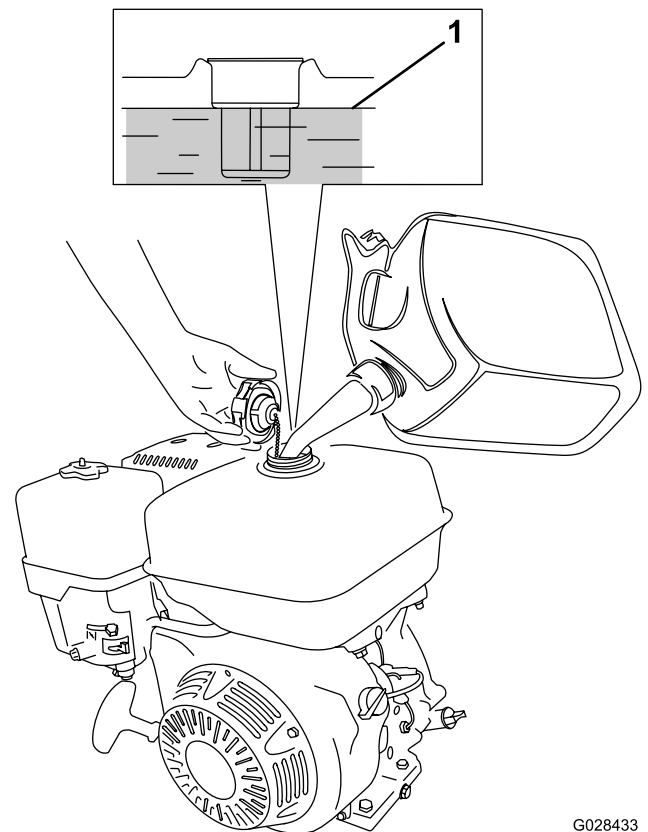

Bild 23
1. Reinigen Sie den Bereich um den Tankdeckel und nehmen den Deckel ab (Bild 23). Füllen Sie den Kraftstofftank bis ca. 25 mm unter der